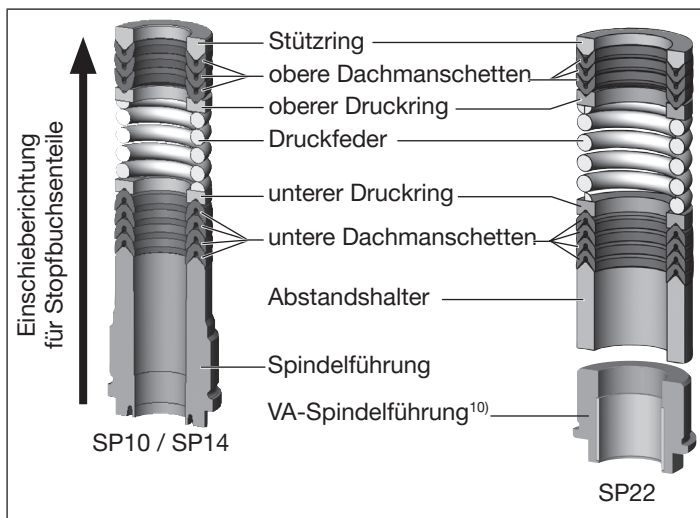

Bild 34: Dichtungssatz für Stopfbuchse
- Einzelteile in vorgegebener Richtung und Reihenfolge auf die Spindel stecken (wie im „Bild 34: Dichtungssatz für Stopfbuchse“ dargestellt).